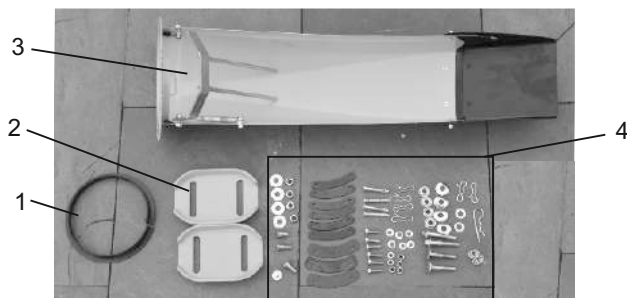

Рис. 4
6.1. Комплект для сборки снегоуборочной машины (рис. 4)
1. Установите уплотнительную прокладку желоба (рис. 4, поз. 1) на желоб;